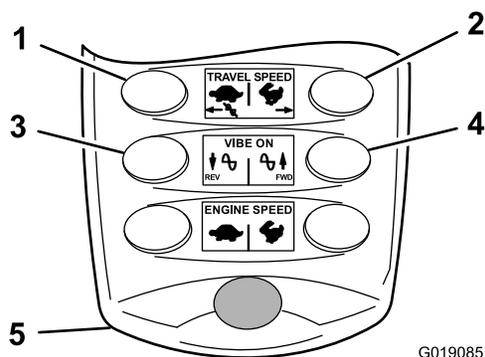

Figure 45
- Lancez la fonction de vibration en marche avant en appuyant brièvement sur le bouton de vibration avant (Figure 45).
- Lancez la fonction de vibration en marche arrière en appuyant brièvement sur le bouton de vibration arrière (Figure 45).